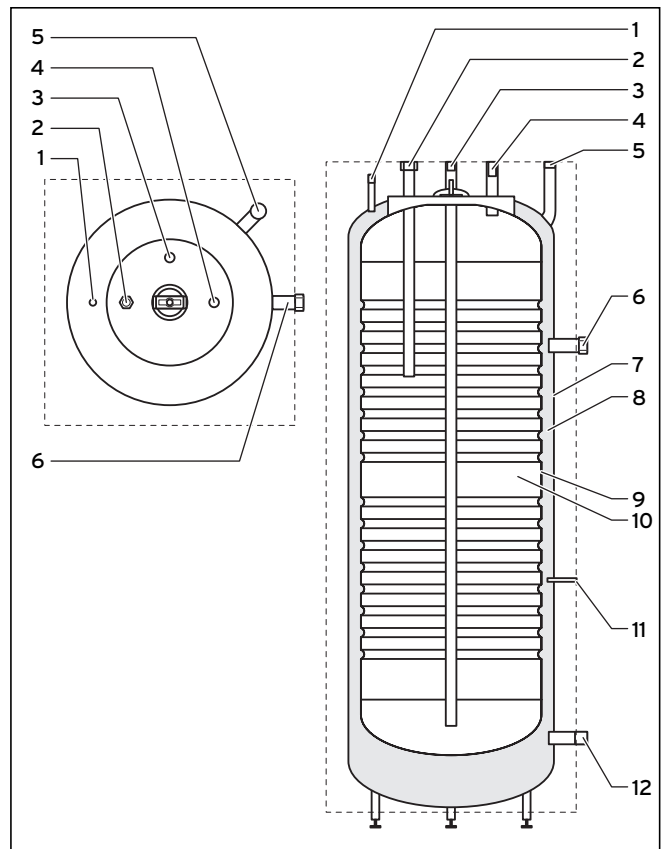

Fig. 2.1 Tilslutninger rørføring, set fra venstre
VDH 300/2 er en såkaldt dobbeltkabinetbeholder, dvs. en indvendig beholder (se fig. 2.1, pos. 9) er svejset ind i en ydre beholder (7). De to beholdere er adskilt af en ringspalte, som indeholder ca. 85 liter kedelvand. Den indvendige beholder består af korrosionsbestandigt rustfrit stål og har en volumen på ca. 268 liter. Fordi varmtvandsbeholderen er konstrueret på denne måde, kan der overføres meget store ydelser til beholderens sekundærvolumen (10). Desuden kan beholderen uden betænkninger også anvendes med stærkt kalkholdigt vand.